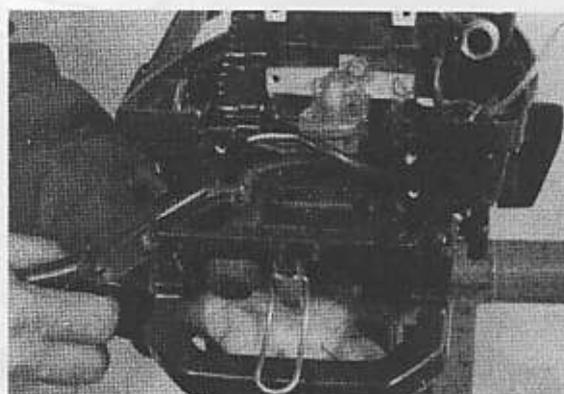

Fig. 4
10. Disconnect the hood carrier insert (4 screws) from STOP switch electric wires (Fig. 4).
10. Togliere il fondalino della bacinella (4 viti) e staccare i fili dell'interruttore stop (Fig. 4)